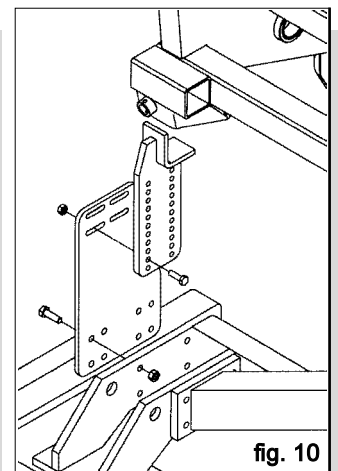

fig. 10
- 7) Für die Sämaschine MC400 müssen die seitlichen Stützflanschen angebaut werden (Fig. 10)